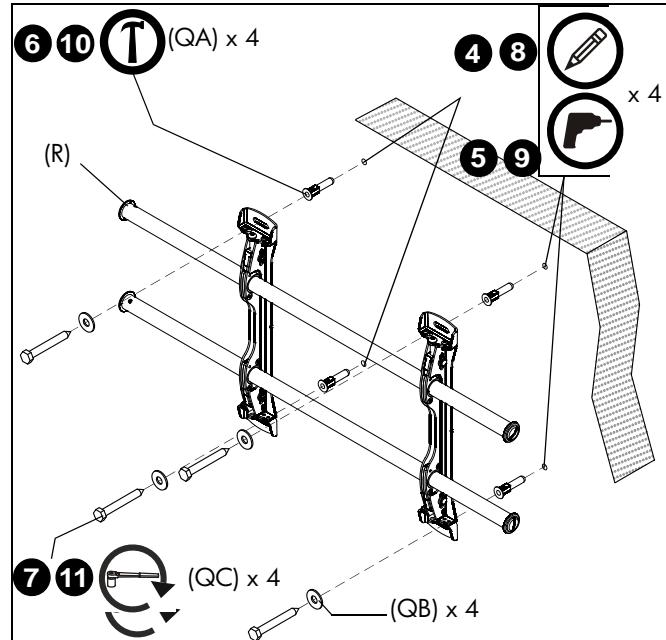

рис. 4
2. Совместите прорези на креплении (R) с отметкой середины экрана, чтобы определить середину по вертикали. (См. рис. 4)
3. Отмерьте 190,5 мм (7-1/2") вверх от средней линии и отметьте место верхнего монтажного отверстия. (См. рис. 4)
4. При помощи уровня сделайте на стене отметки в местах размещения верхних монтажных отверстий. (См. рис. 4)
6. Забейте молотком дюбели (QA) в каждое направляющее отверстие, дюбель должен быть заподлицо со стеной.
7. С помощью двух болтов 5/16 x 2-1/2" (QC) и двух плоских шайб 5/16" (QB) прикрепите верхнюю часть крепления (R) к дюбелям в стене.
8. Отметьте точки размещения нижних монтажных отверстий. (См. рис. 4)
9. Просверлите в отмеченных местах по одному направляющему отверстию. (См. рис. 4)
10. Забейте молотком дюбели (QA) в каждое направляющее отверстие.
11. С помощью двух болтов 5/16 x 2-1/2" (QC) и двух плоских шайб 5/16" (QB) прикрепите крепление через нижние монтажные отверстия. (См. рис. 4)